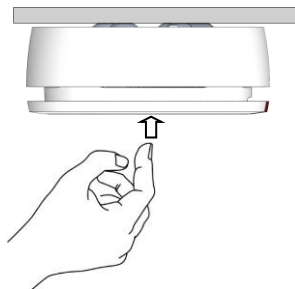

Figure 12
1. Appuyez fermement sur le boîtier (*reportez-vous à la Figure 12*). Si le détecteur fonctionne correctement, une alarme est déclenchée (*reportez-vous à la section Témoins lumineux/sonores*) et un message d'alerte est envoyé au récepteur du système.